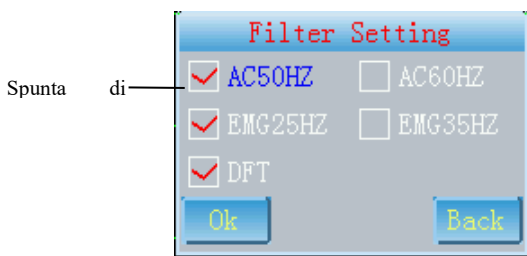

Fig. 7-3
1.  Accedere all'interfaccia "Filter Setting" (Impostazione del filtro) mostrata in Fig.7-3.